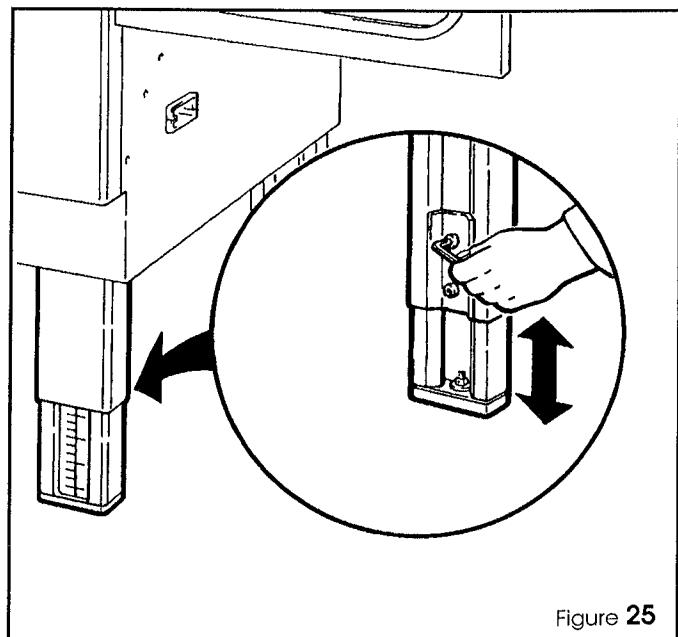

Figure 25
- 2 - Desserrer les vis, comme indiqué sur la Figure 25, et régler les pieds à la hauteur désirée, en se référant à l'échelle graduée.
- 2 - de schroeven in de poten, zoals aangegeven in afbeelding 25, losdraaien en de poten op de gewenste hoogte instellen; gebruik ter vergelijking de op de poten aangebrachte schaalverdeling.